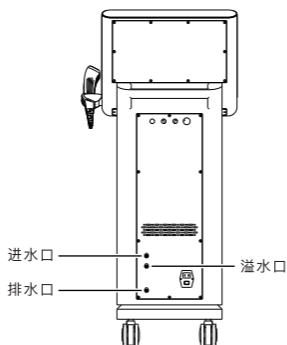

图4-1
① 给水箱加水
- 排水时请将水管插入排水口进行放水，同时将另一根水管插入溢水口，防止形成负压，确保能够顺利排水（如图4-1）。